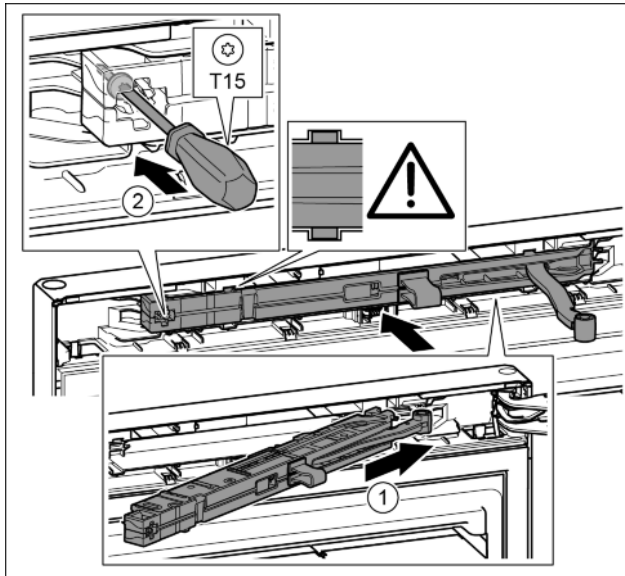

Fig. 37
- Schließdämpfereinheit auf der Lagerbockseite bis zum Anschlag schräg in die Aussparung einschieben. Fig. 37 (1)
- Schraube mit einem Schraubendreher T15 festschrauben. Fig. 37 (2)